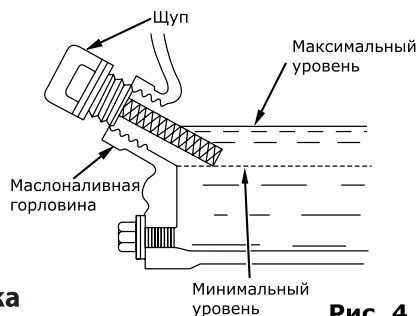

Рис. 4
- вставьте щуп обратно в отверстие маслоналивной горловины и заверните; отверните и извлеките масляный щуп, проверьте уровень масла, медленно долейте масло до нужного уровня по меткам на щупе или краю маслоналивной горловины (рис. 4);